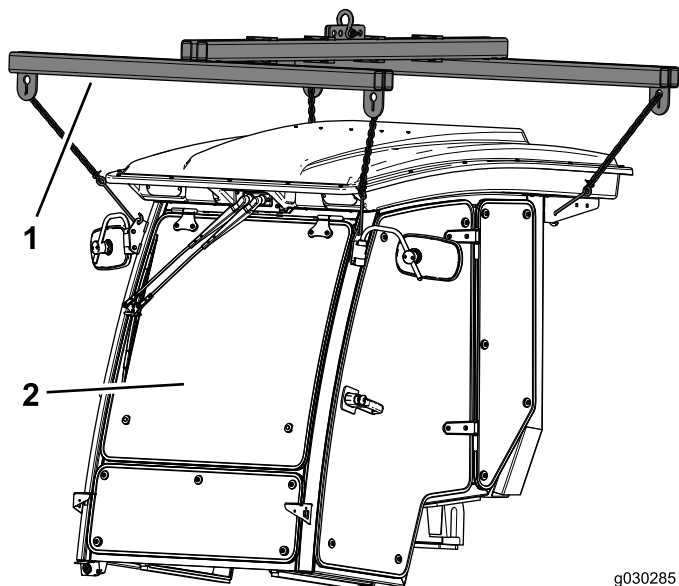

Figura 20
1. Utilize o guincho da cabina Toro, ou semelhante, para sustentar a cabina (Figura 20).